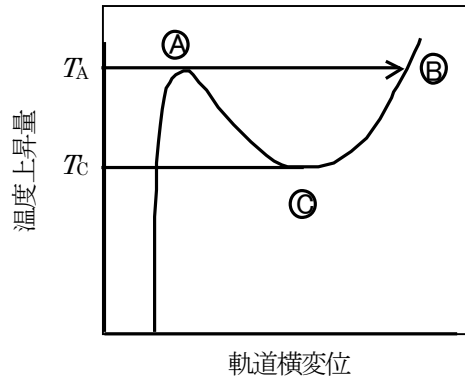

図1 温度上昇量と軌道横変位との関係
- ① ロングレールの敷設にあたって、レールの温度変化に対する安全性を満たすための設定温度の考え方について述べなさい。
- ② 図1に示す温度上昇量と軌道横変位の関係から、軌道の最低座屈強さによる座屈安定性の照査の考え方について述べなさい。